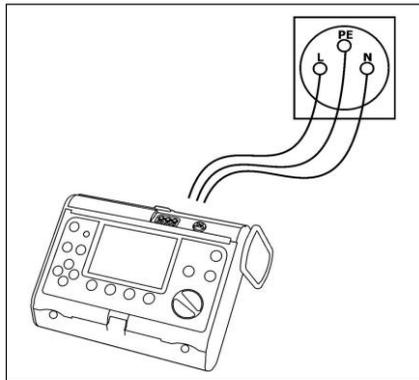

Abb. 6. Anschließen des Messgeräts
- schließen Sie das Messgerät per Kabel an die Netzbuchse auf der Platine an (siehe Abb. 6),